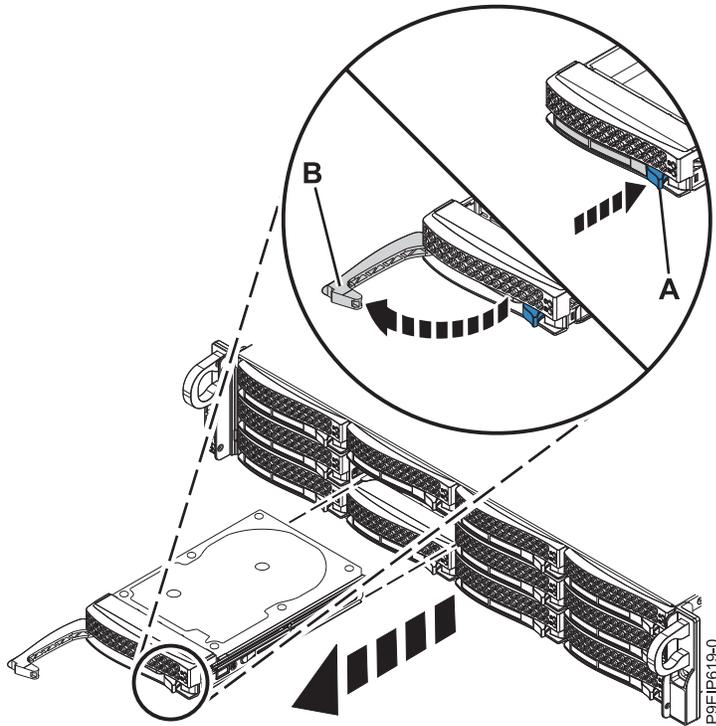

図 1. 前面ドライブの取り外し
3. ハンドル・リリース (A) を押し込んで、ドライブ・ベイ・ハンドル (B) をアンロックします (5 ページの図 1 を参照)。ハンドル (B) が、カチッと音がして手前に開きます。ハンドルが完全に開いていないと、ドライブをシステムから取り出すことができません。